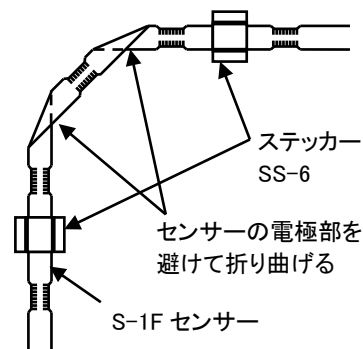

図 18 センサーの曲げ方
- ・ センサーの向きを変える場合は、センサーの電極部分を避けて折り曲げます(図 18)。